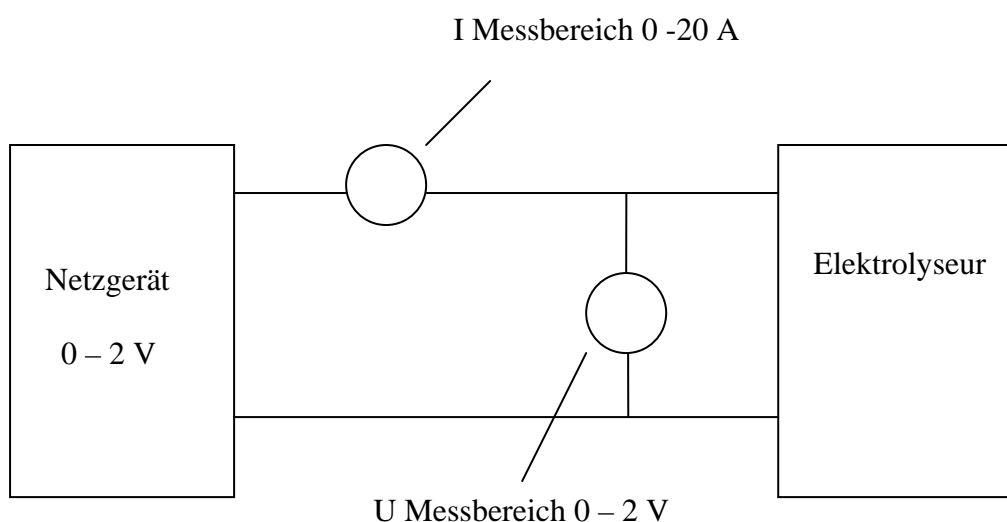

Abbildung 2: Messaufbau
- c. Schließen Sie Strom- und Spannungsmessgeräte gemäß Abbildung 2 an. (Auf geeignete Messbereiche achten!)
- Schließen Sie Strom- und Spannungsmessgeräte gemäß Abbildung 2 an.